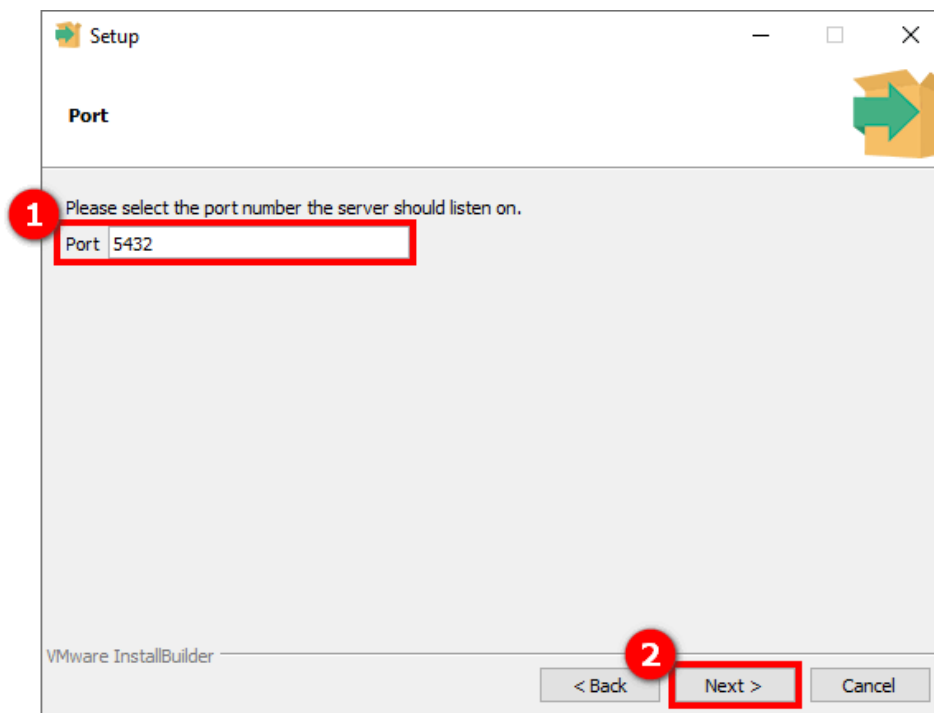

Рисунок 8 – Окно установки СУБД PostgreSQL
В следующем окне будет отражена информация о номере порта, на котором будет работать **PostgreSQL** (1) (см. рисунок 8). По умолчанию это порт 5432. Нажимаем кнопку **Next** (2).